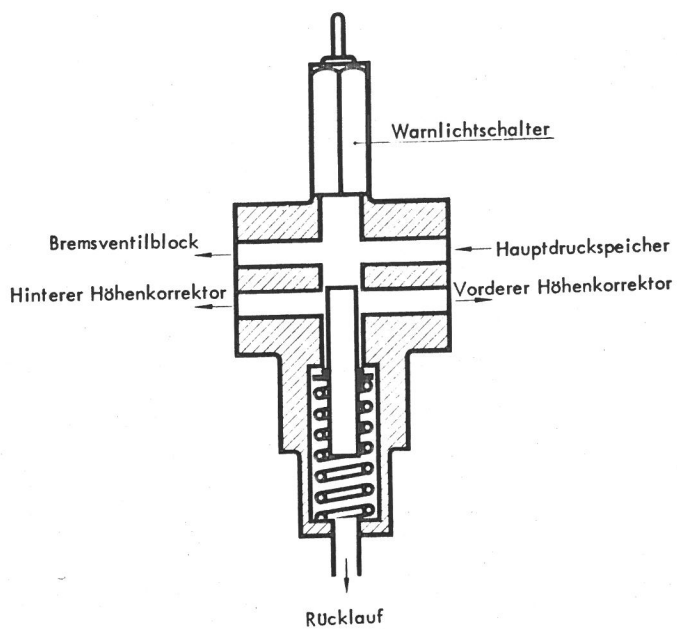

Fig. 27. Snit gennem sikkerhedsventilen.
2. Beskrivelse og funktion af sikkerheds- ventil (fig. 27).